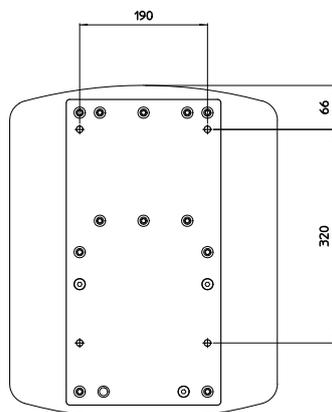

Abb. 2: Rückseitige Stahlplatte zur Befestigung an der Wand
- ✓ Geeignete Stelle für die 4 Bohrungen an der Wand bestimmen (siehe Abb. 2);